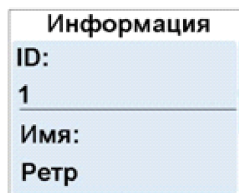

Рисунок 8
Этот пункт меню (рисунок 8) используется для получения информации о вашем ретрансляторе, в том числе: идентификатор (ID), имя, серийный номер; модель ретранслятора; частотный диапазон; версия микропрограммного обеспечения («прошивки») (микропрограммное обеспечение - это программное обеспечение, управляющее компонентами внутреннего аппаратного обеспечения ретранслятора); версия блока параметров (RCDB) (блок параметров - это данные, обеспечивающие надлежащую работу микропрограммного и аппаратного обеспечения ретранслятора); версия загрузчика (загрузчик - это компонент программного обеспечения, используемый для обновления микропрограммного обеспечения и блока параметров ретранслятора), дата программирования, языковая версия.